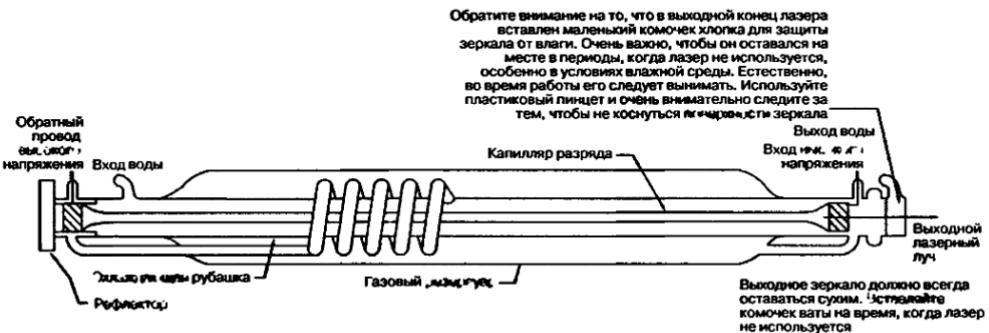

Рис. 8.16. Соединение деталей лазерной трубы
12. Проверьте лазерную трубку LTUB1 и сопоставьте ее с рис. 8.16. Будьте очень внимательны, поскольку трубка очень хрупкая и с ней надо обращаться соответствующим образом.
- длина рефлектора в соответствии с рис. 8.16 и определяется экспериментально;